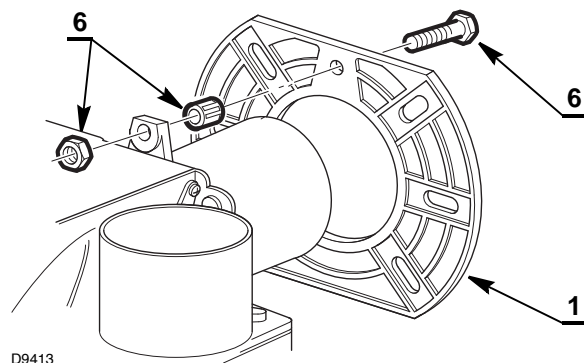

Fig. 17
- Insérer sur la bride 1) la vis et deux écrous 6) (Fig. 17).